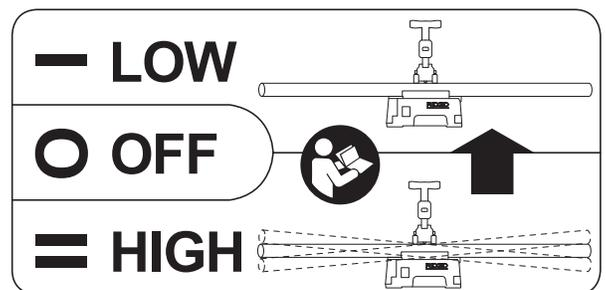

図 8 - 速度ラベル
7. 図8 に示すようにフットスイッチを配置して、適切な操作位置を確保します。
パワーチューブカッタには2つの動作速度があります - 低と高、図 8 参照。